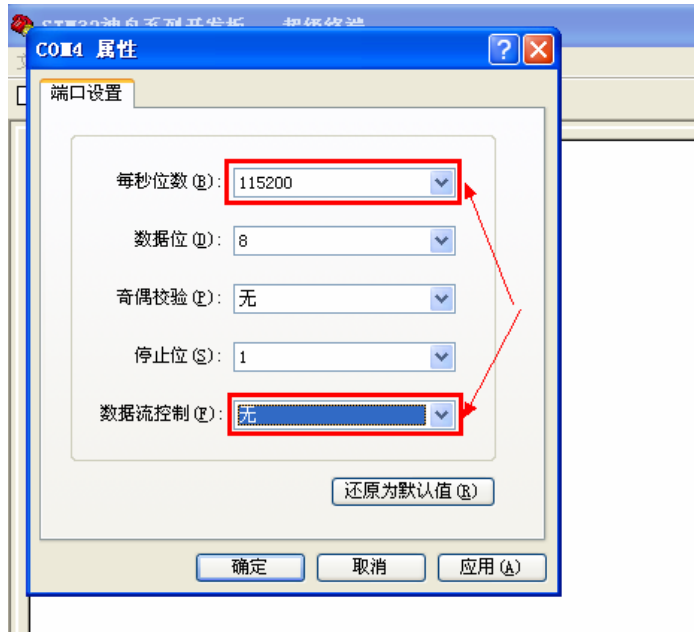

图 5-65 配置串口终端参数
- 5) 波特率例程代码中设置的是 115200，数据流控制是无，选择完毕，点确定按钮，如图 5-65 所示